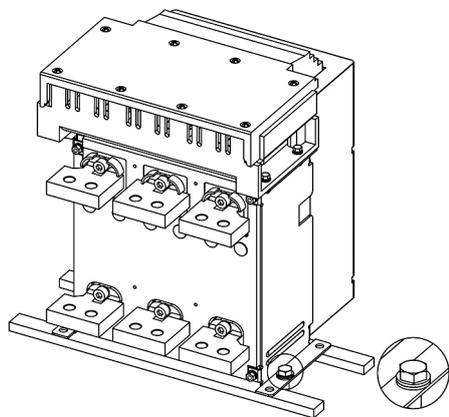
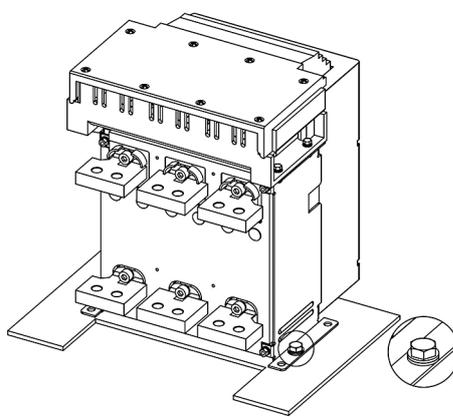

Рисунок 25
Рисунок 26
4.10.2.3 Установить выключатель на направляющие (рисунок 25), либо монтажную поверхность (рисунок 26), расположенные в распределительном шкафу, и зафиксировать его с помощью четырех болтов М8.